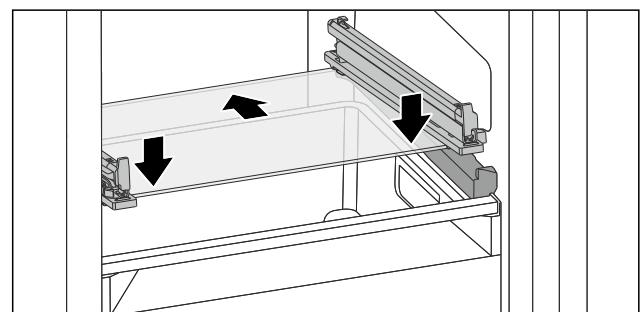

Fig. 109 Glasplatte des abkippbaren Schubfachs
- Glasplatte schräg hinter den Stopfern aufsetzen. (siehe Fig. 109)